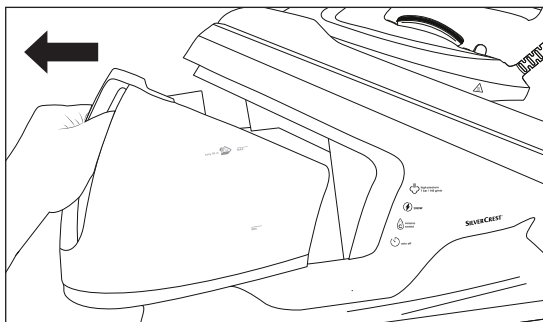

Fig. 3
- 2) Trageți rezervorul de apă 10 de mâner din stația de bază (a se vedea fig. 3).